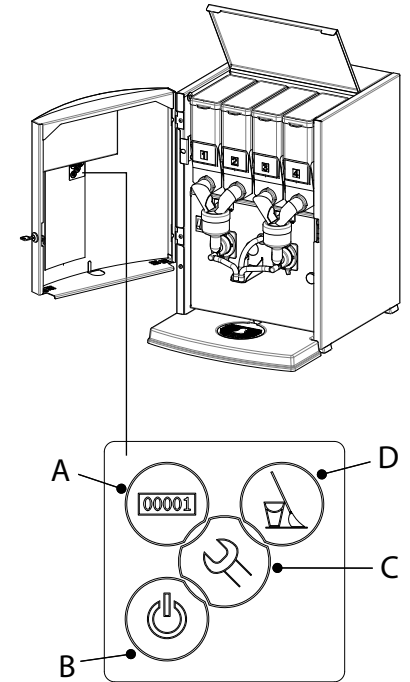

Fig. 22
- Het bedieningspaneel aan de binnenzijde (fig. 22) van de deur is o.a. bedoeld voor de operator om toegang te krijgen tot het operatormenu en service menu (alleen via PIN-code).